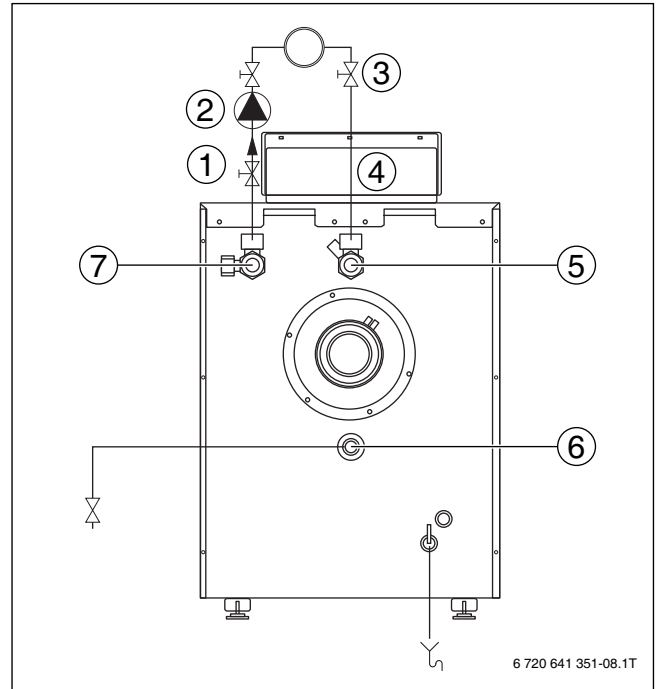

Bild 14 Anschlussschema Hydraulik
- ▶ Ausdehnungsgefäß (AG) zur Anlagendruckhaltung im Rücklauf vor der Pumpe bauseits installieren (→ Bild 14).